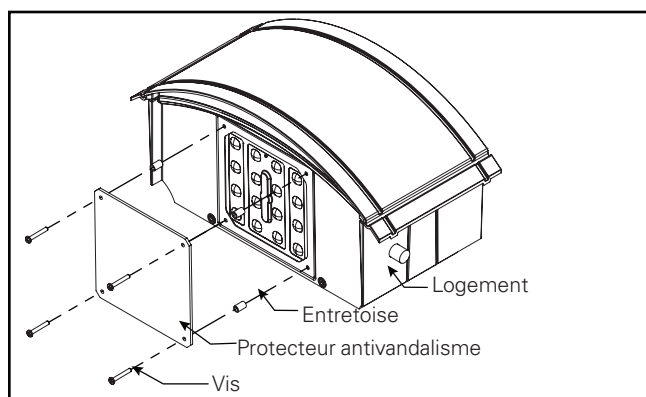

Figure 5.
1. Retirez les quatre (4) vis fixant le luminaire carré et la garniture au luminaire (Figure 5).